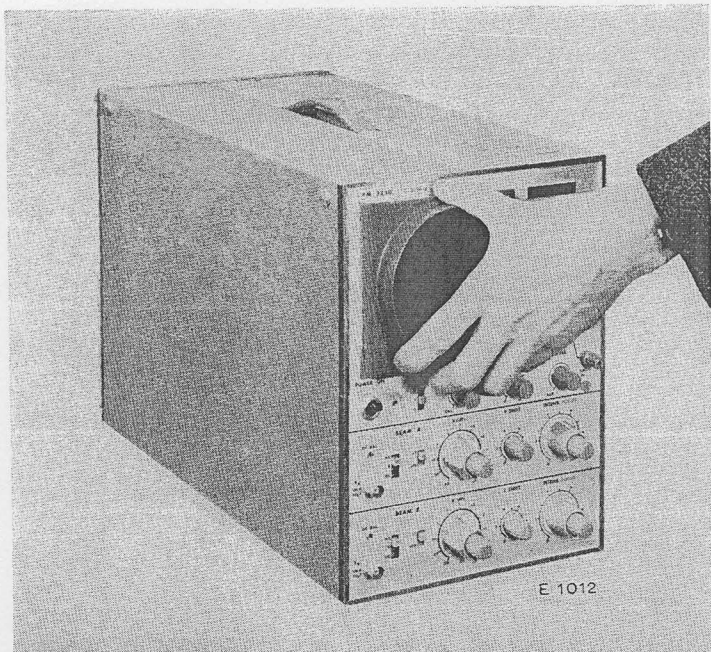

Fig. 11. Verwijderen van het venster en het meetraster
(zie fig. 11)
- Houdt de kap vast als aangegeven in fig. 11 en trek het onderste gedeelte naar boven.